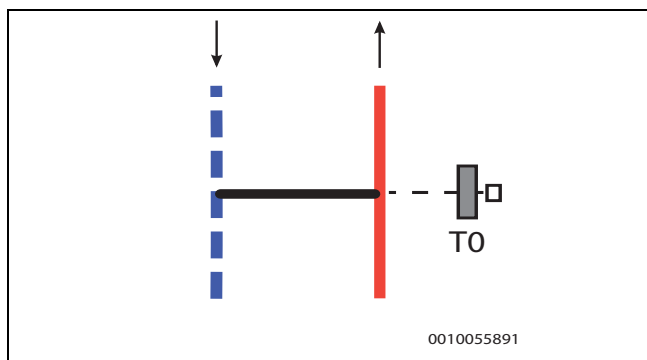

Fig. 35 By-pass, modèle droit
- La sonde de température de départ T0 est installée sur le raccordement départ du by-pass → Figure 35.